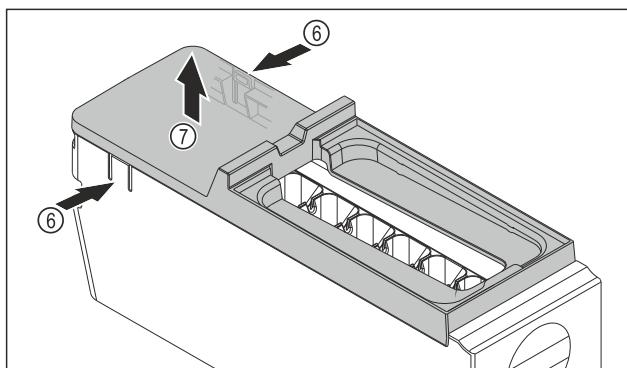

Fig. 83
- Снимите крышку корпуса EasyTwist-Ice: Надавите рукой на накладки Fig. 83 (6) с обеих сторон корпуса EasyTwist-Ice.
- Другой рукой снимите крышку Fig. 83 (7) по направлению вверх.